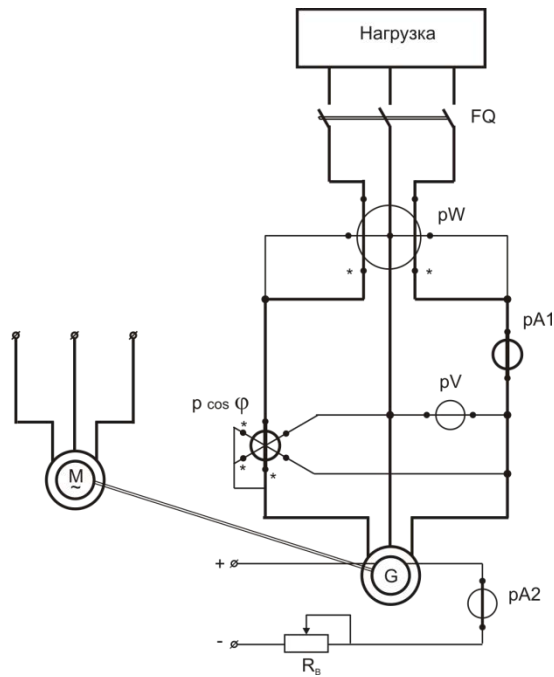

Рис. 4
4. Определить состав схемы (рис. 4), найти элементы схемы на щите. Собрать схему, проверить работу двигателя в процессе пуска. Провести регулировку для получения заданного коэффициента мощности. Продемонстрировать работу.